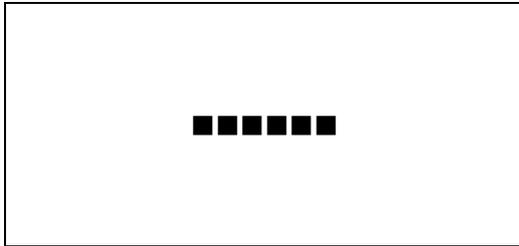

図4-25 オンスクリーンメニュー(POSITION H例)
- 1) CHARACTERメニューで「POSITION H[PO H]」(※)を選択し、**ENTER** ボタンを押すと図4-25のような設定メニューが表示されます。